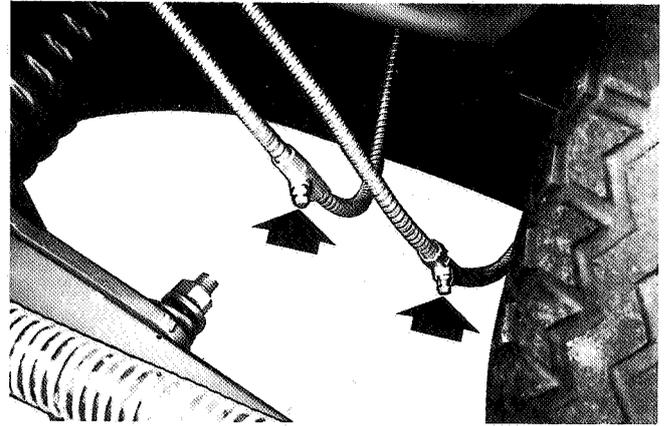

Abb.34
- (f) Bremskabel (Abb.34).
- (f) Câbles des freins (Fig.34)
- (f) Remkabels (Afb.34)